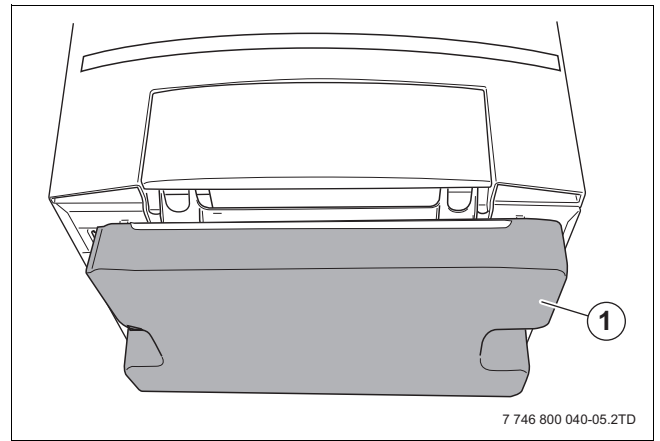

Fig. 7 Podea de polistiren
- ▶ Îndepărtați podeaua din polistiren (→ fig. 7, [1], pagina 15).